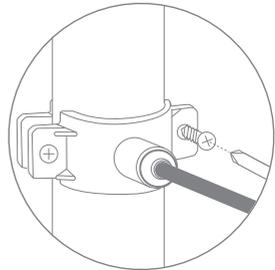

Рис. 23
5. Прочно закрепите хомут на дренажной линии с помощью винтов (рис. 23). Винты крепления необходимо затягивать равномерно (без перекоса), чтобы обе части хомута располагались параллельно.